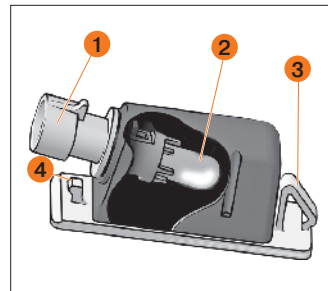

Рис. 87. Фонарь освещения номерного знака
Для замены лампы в **фонаре освещения номерного знака** снимите его с автомобиля. В посадочном гнезде фонарь удерживается пружинной защелкой **3** и фиксатором **4** (рис. 87).
- воздействуя с левой стороны фонаря, например, лезвием ключа выключателя зажигания, аккуратно сдвиньте его вправо и выведите фиксатор **4** из зацепления (рис. 87);
- воздействуя на пружинную защелку **3** с правой стороны фонаря лезвием ключа, аккуратно сдвиньте его влево и выведите фонарь из посадочного места (рис. 87);
- повернув патрон **1** (рис. 87) против часовой стрелки, выньте его в сборе с лампой из корпуса фонаря и извлеките лампу **2** (рис. 87), потянув ее на себя.